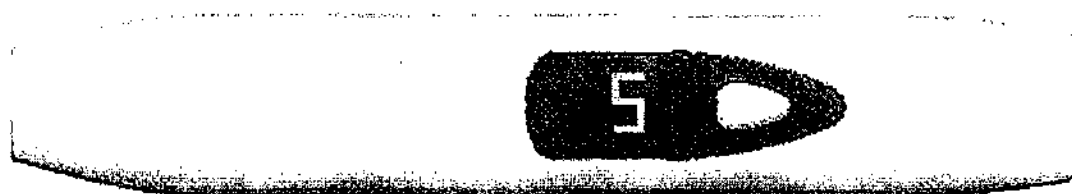

Рис. 4
- на индикаторе высвечивается цифра 5 - время срабатывания таймера в минутах (рис. 4).